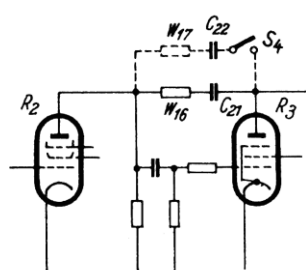

Bild 6. Die Schaltung der Nf-Gegenkopplung
2) Gegenkopplung im Nf-Teil. Durch die Rückkopplung im Eingangskreis steht ein Überschuß an Verstärkung zur Verfügung, der dazu benutzt werden kann, im Nf-Teil eine Gegenkopplung mit ihren bekannten Auswirkungen einzuführen: Verringerung der Verzerrungen, Verbesserung der Frequenzkurve und Unabhängigkeit von der genauen Anpassung im Ausgangskreis. Es kann jede beliebige Gegenkopplungsschaltung eingebaut werden. Beim Versuchsgert wurde die allereinfachste Form nach Bild 6, die nur einen Widerstand und einen Kondensator benötigt (W_{16} , C_{21}), eingebaut. Wer noch eine Lautstärkeregelung im Nf-Teil haben will (der Drehkondensator des Eingangskreises muß sonst zur Lautstärkeregelung benutzt werden), kann diese durch Einbau der in Bild 6 gestrichelt eingezeichneten Teile W_{17} , C_{22} , S_4 in gebräuchlicher Weise in stufenweiser Form erreichen. Sie ergibt eine vermehrte Gegenkopplung.